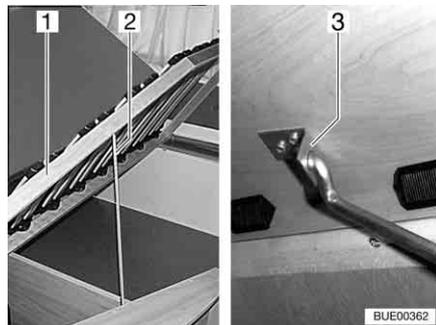

Fig. 86 Cama fija
- Levantar el somier (Fig. 86,1), soltar la barra (Fig. 86,2) del anclaje e introducirla en el agujero de la sujeción (Fig. 86,3).
- Levantar el somier (Fig. 86,1), soltar la barra (Fig. 86,2) de la sujeción (Fig. 86,3) y fijarla en el anclaje.